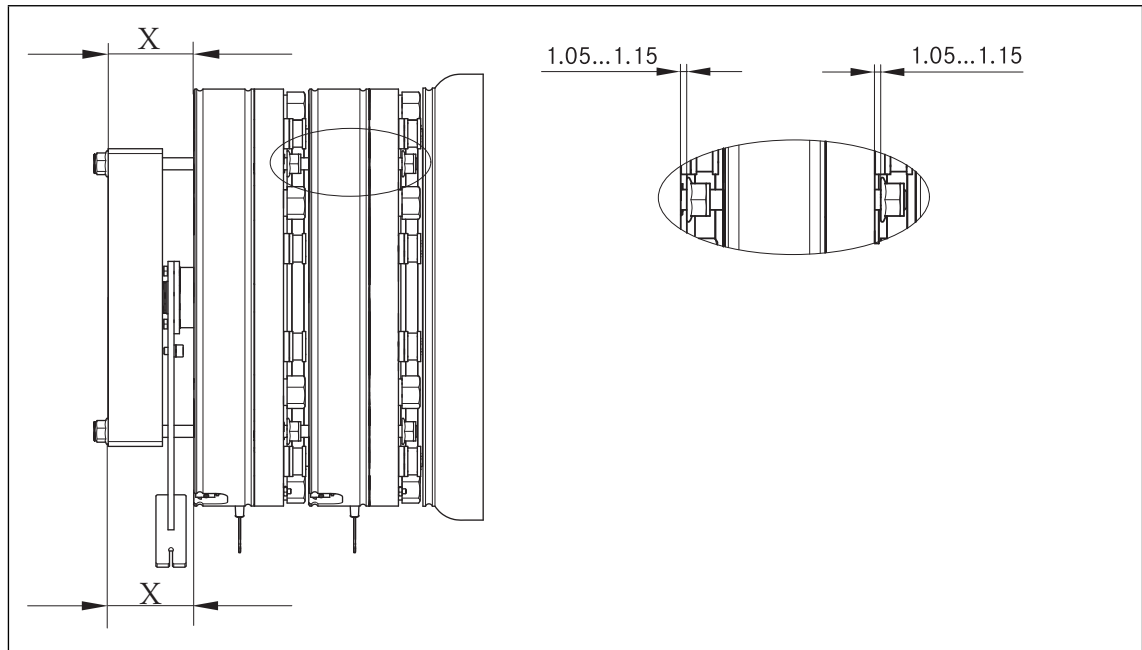

Abb. 19 Prüfmaße und Kontrollmaße
13. Selbstsichernde Muttern (Pos. 12.8) an den Laschen (12.11) gleichmäßig soweit fest ziehen, bis die Muttern der Zugstange an der Ankerscheibe des zweiten Magnetteils (1A) anliegen (spürbarer Widerstand), dabei auf eine parallele Ausrichtung der Laschen (12.11) zur Rückseite des Magnetteils (1A) achten (Kontrolle durch Messschieber). Bei Maßdifferenzen von $X > 0.1 \text{ mm}$ (Abb. 19) ist die Einstellung durch Lösen der selbstsichernden Mutter (12.8) am kleinerem Maß und festziehen der selbstsichernden Mutter (12.8) am größeren Maß zu korrigieren, bis die Laschen (12.11) parallel zur Bremsenrückseite einjustiert sind, Abb. 19.
14. Motorlagerschildseitige selbstsichernde Muttern gleichmäßig soweit fest ziehen, bis die Muttern der Zugstange an der Ankerscheibe des ersten Magnetteils (1) anliegen (spürbarer Widerstand).